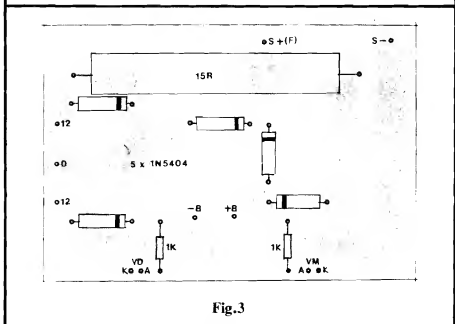

Fig.3
- FIG. 3 - "CHAPEADO" DA MONTAGEM - Na figura anterior, a placa era vista pela sua face não cobreada... Agora, observamos a dita cuja pelo lado não cobreado, já com grande parte dos componentes do circuito devidamente posicionados (todos os diodos e